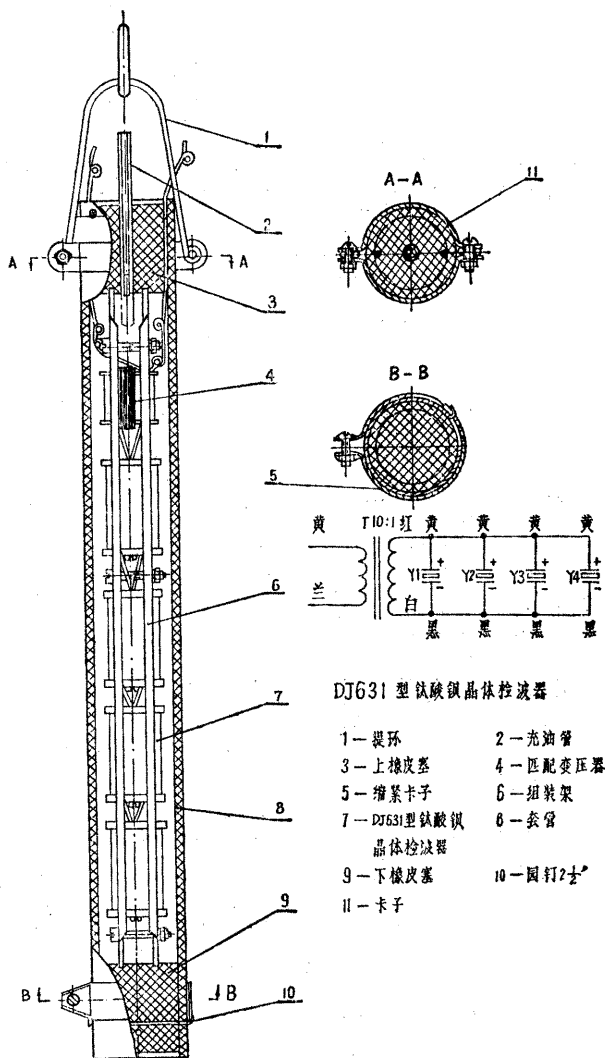

图4 晶体检波器组合装配图
晶体检波器在海上要组合起来使用，并与地震仪放大器匹配。其组合匹配如图4所示，组合后称为检波器组。
根据图4中的原理图，把四个钛酸钡晶体检波器并联并接入匹配变压器，这个变压器的高阻线圈接晶体检波器，低阻线圈为检波器组的输出即接到地震放大器的输入端。将检波器和匹配变压器组装为一体后，装入塑料管，两端加密封橡皮塞，然后从上橡皮塞充蓖麻油，充油后将充油管2上拔一段即可把油封住，最后装好卡子11和提环1。
(2) 用误差不得超过 $\pm 2.5\%$ 的电桥测量电容量。
(3) 根据电容量的测量结果进行分配。每四个组合成为一组,每组的总电容量应大致相近(0.056微法左右),以便保证相位的一致性。
(4) 同一组中各检波器并联时,应确保极性一致(即正极与正极相接)接好后,为了检查并接过程中有无接错,应再用万用电表(欧姆挡)测量一下。
(5) 再将匹配变压器4与检波器7相接(见图4),各匹配变压器高阻线圈的同一种颜色的引线(起头或末头)应与各检波器(这里指的是各个已并联好的检波器)同一极性的引线相接。匹配变压器低阻线圈的引线较短,应再接上一段塑料软管接,每根约长400毫米,并分两种颜色,每一种颜色的线应与各匹配变压器低阻线圈的同一种颜色的引线相接。这样装入套管8后,接电缆时,检波器组的正、负极就可以分的很清楚了。
(6) 匹配好后再用组架6,把检波器和匹配变压器夹好固定。
(7) 把夹好的检波器及匹配变压器装入套管8。
(8) 套管两端再塞上抗油橡皮塞3和9。把橡皮塞打进去时,使组架的两端扎入橡皮塞,以保证检波器在套管中不自由活动。
(9) 在套管外面再用缩紧卡子5把上下橡皮塞卡紧,以保证不漏油。
(10) 把充油管2从上橡皮塞中间的孔中打进去,使充油管管壁的小孔正好穿过上橡皮塞为止。
(11) 再用园钉10按“+”字形,把套管与上、下橡皮塞销住,以免橡皮塞脱落。